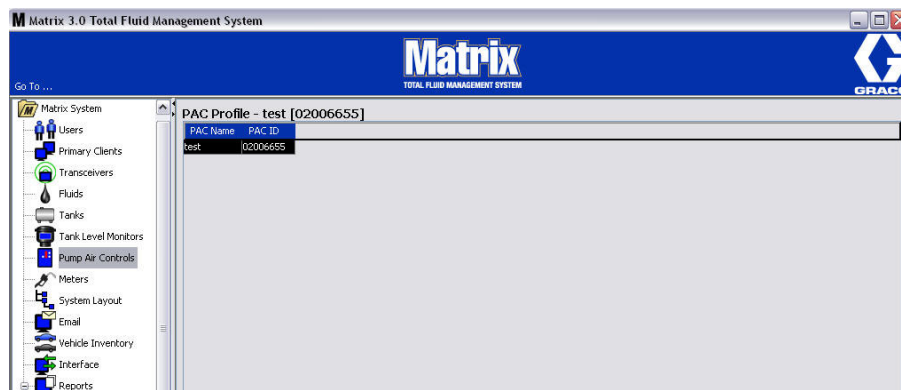

FIG. 116
6. La PAC associée apparaît dans l'écran principal comme illustré dans la FIG. 116.